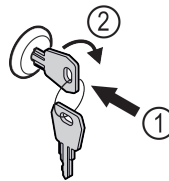

Fig. 110
- ▶ Włożyć kluczyk Fig. 110 (1).
- ▶ Przekręcić kluczyk o 90° w prawo Fig. 110 (2).